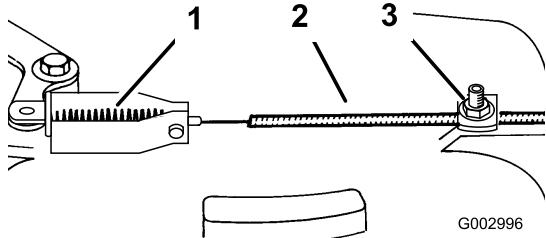

Figura 35
3. Afloje el tornillo de la abrazadera hasta que se deslice el conducto del cable del freno (Figura 35).